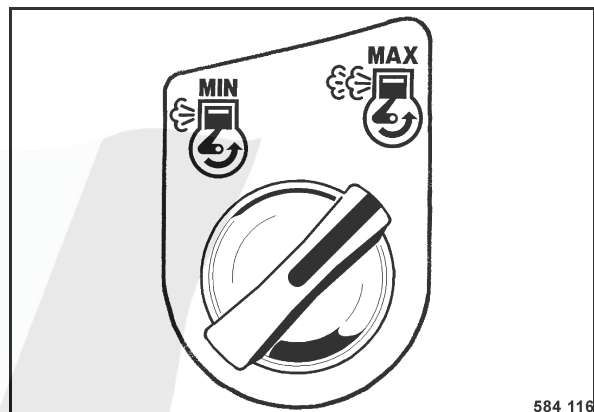

Fig. 93
- Tourner l'interrupteur rotatif du régime du moteur (Fig. 93) sur position "MAX".